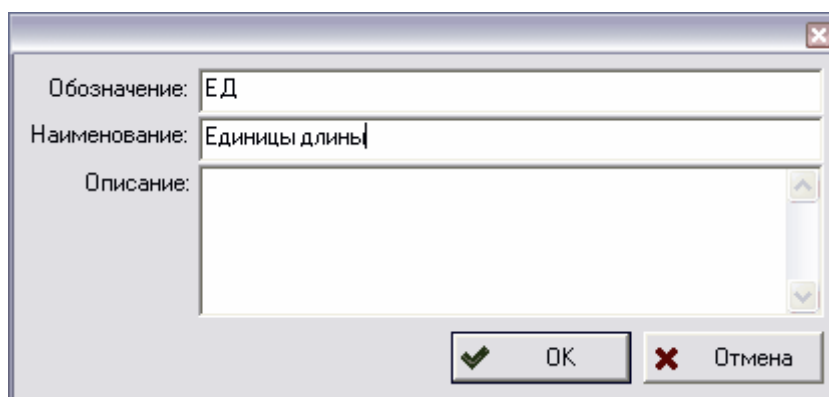

Рис. 66 Создание нового класса единиц измерения
2. В появившемся диалоговом окне введите параметры класса (обозначение, наименование, описание) и нажмите на кнопку **Ок** (Рис. 66).